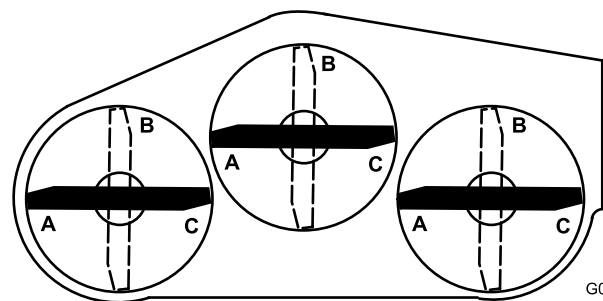
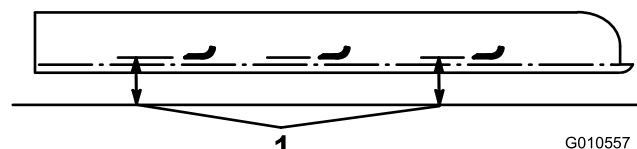

Bild 24
Bild 25
hält (Bild 24). Halten Sie das Laufrad fest und schieben die Schraube aus der Gabel.
5. Stellen Sie alle drei Messer in die A-Stellung (Bild 24) und messen von der ebenen Fläche bis zur Unterkante jeder Messerspitze (Bild 25).
6. Notieren Sie den Wert, den Sie an der A-Stellung erhalten haben, drehen Sie die Messer auf die B-Stellung (Bild 24) und messen den Abstand aller Messer zur ebenen Fläche; notieren Sie den Wert (Bild 25).
7. Drehen Sie die Messer in die C-Stellung, messen und notieren Sie den gemessenen Wert (Bild 24 und Bild 25).